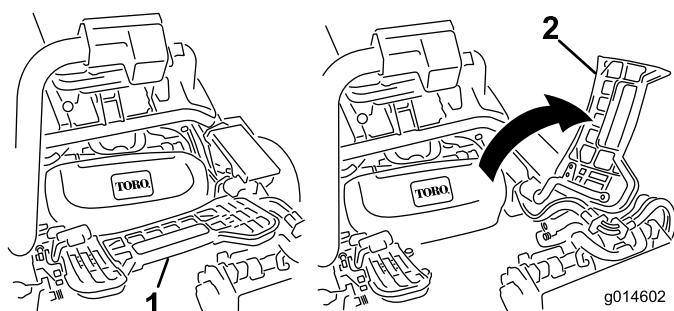

図 11
3. 中央カッティングユニットを取り付ける時は、フットレストを跳ね上げて取り付け位置へのアクセスを確保する図 11。